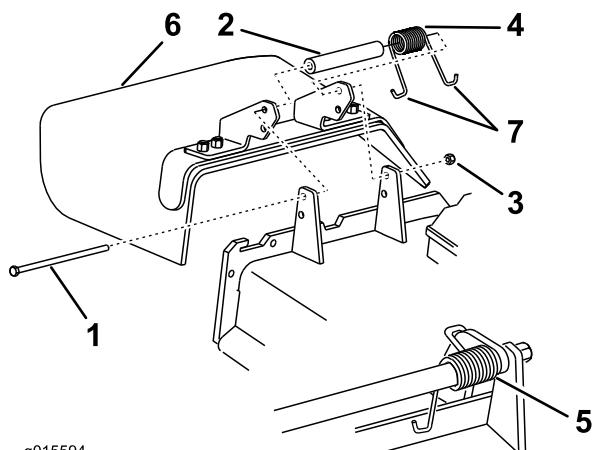

Figura 102
Nota: Asegúrese de colocar un extremo en J del muelle detrás del reborde de la carcasa antes de instalar el perno, según se muestra en Figura 102.
3. Instale el perno y la tuerca. Coloque un extremo en J del muelle alrededor del deflector de hierba (Figura 102).
1. Retire la contratuercia, el perno, el muelle y el espaciador que sujetan el deflector a los soportes de pivote (Figura 102). Retire el deflector de hierba dañado o desgastado.